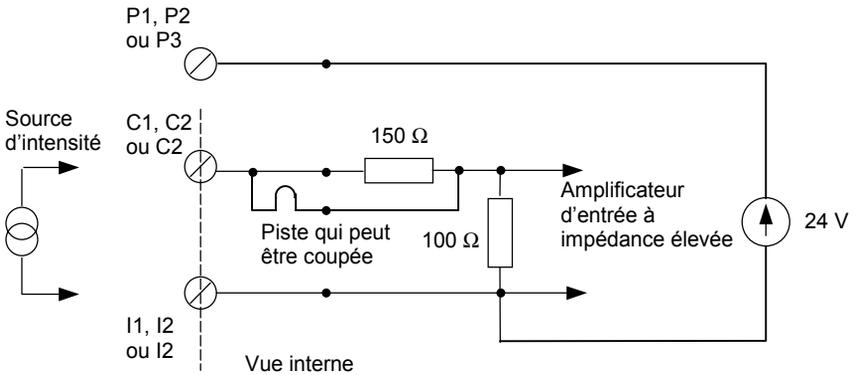

Figure 7-2 : entrée mA
- Pour les boucles HART dans lesquelles la résistance de charge principale est celle provenant d'AI3, il faut atténuer cette résistance par une résistance série externe en ajoutant normalement $150\ \Omega$ en série avec la connexion C. On peut pour cela couper la piste comme le montre la figure 7-2. Il est possible de câbler la résistance à l'aide des bornes de réserve et des résistances terminées par des fils. Cette atténuation n'a aucune répercussion sur la spécification, mis à part le fait que la tension d'entrée supplémentaire réduirait la marge de sécurité nécessaire pour alimenter les appareils externes (comme le feraient toutes les boucles compatibles avec HART).